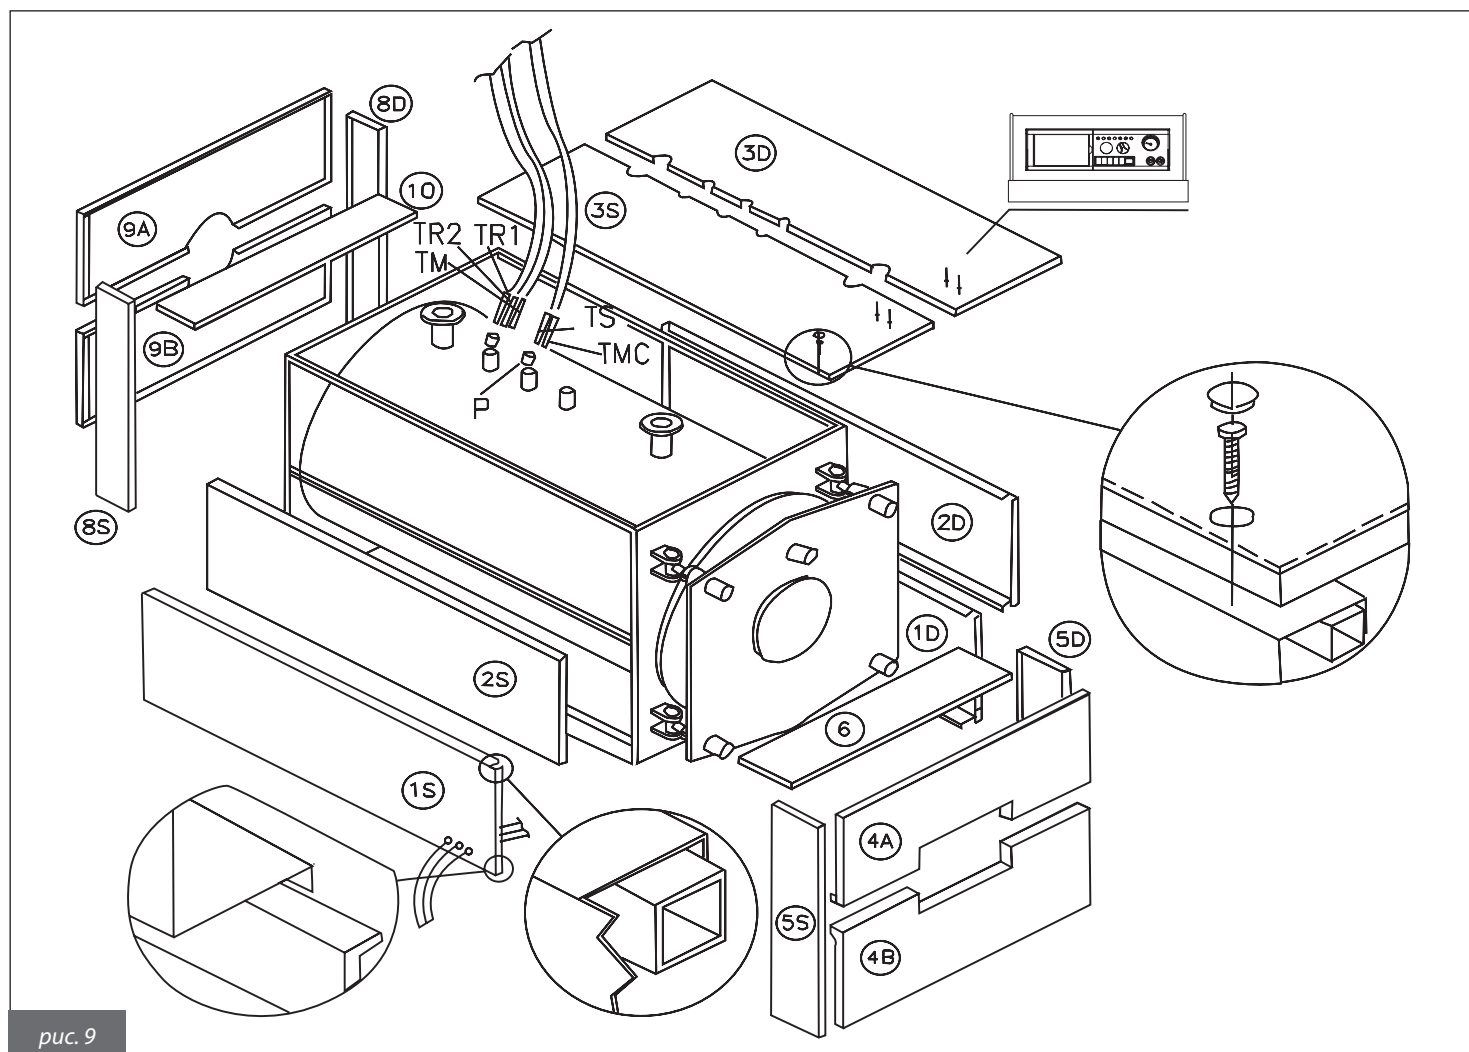

рис. 9
## 4.2. Облицовка котла для мод. 500÷1300 (рис. 9)
- ф) Установить панели (5S) (5D), закрепляя на боковых панелях с помощью соответствующих скоб, после чего установить передние панели (4B) и (4A), закрепляя их на панелях (5S) и (5D). Закреть обшивку дверцы верхней панелью (6), закрепив ее винтами и закрыв проходные отверстия заглушками (см. рис. 9).
- г) Установить панели (8S) и (8D), закрепляя их на боковых панелях с помощью соответствующих скоб, после чего установить передние панели (9B) и (9A), закрепляя их на панелях (8S) и (8D). Закреть обшивку дымохода с помощью верхней панели (10), закрепив ее винтами и закрыв проходные отверстия заглушками.